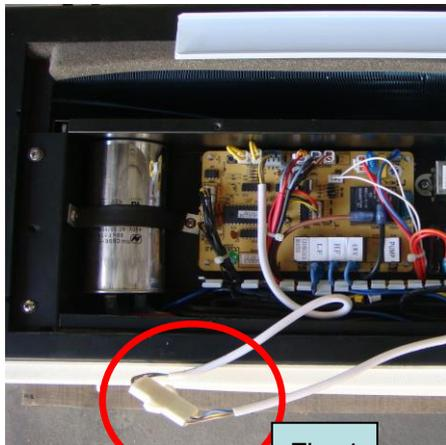

Fig. 1
- 2) Débranchez le connecteur selon la fig. 1.